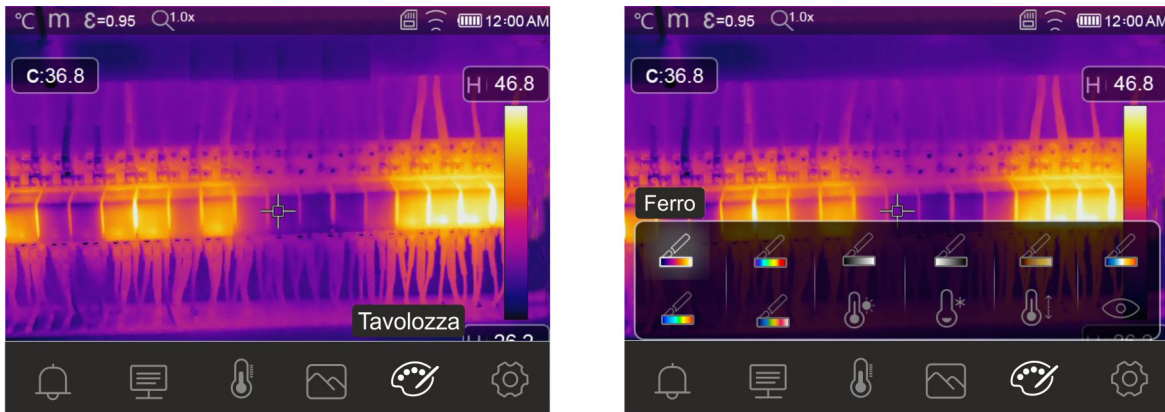

Fig. 40: Selezione tavolozze colori e funzioni isoterme
2. Toccare l'icona "🗨️" per entrare nel menu "Menu Tavolozza". La videata di Fig. 40 – parte destra è mostrata a display